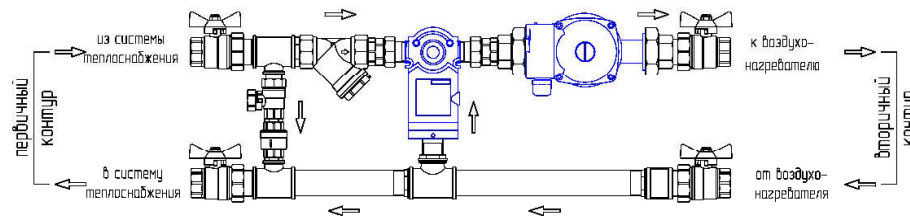

Рис.1 Смесительный узел SUM(H)-N
Смесительные узлы серии SUM(H)-N применяются в системах вентиляции для регулирования мощности водяных нагревателей посредством 3-ходового клапана с приводом, который обеспечивает смешивание прямого и обратного теплоносителя. Данная схема обеспечивает постоянный расхода теплоносителя во вторичном контуре (рис.1)
8. Установка смесительного узла должна производиться таким образом, чтобы отстойник фильтра был направлен вниз (смотри рисунок 1 и 2), в противном случае грозит повышенное засорение сетки фильтра и его засорение, которое повлечёт за собой снижение мощности обогревателя и риск его замерзания.